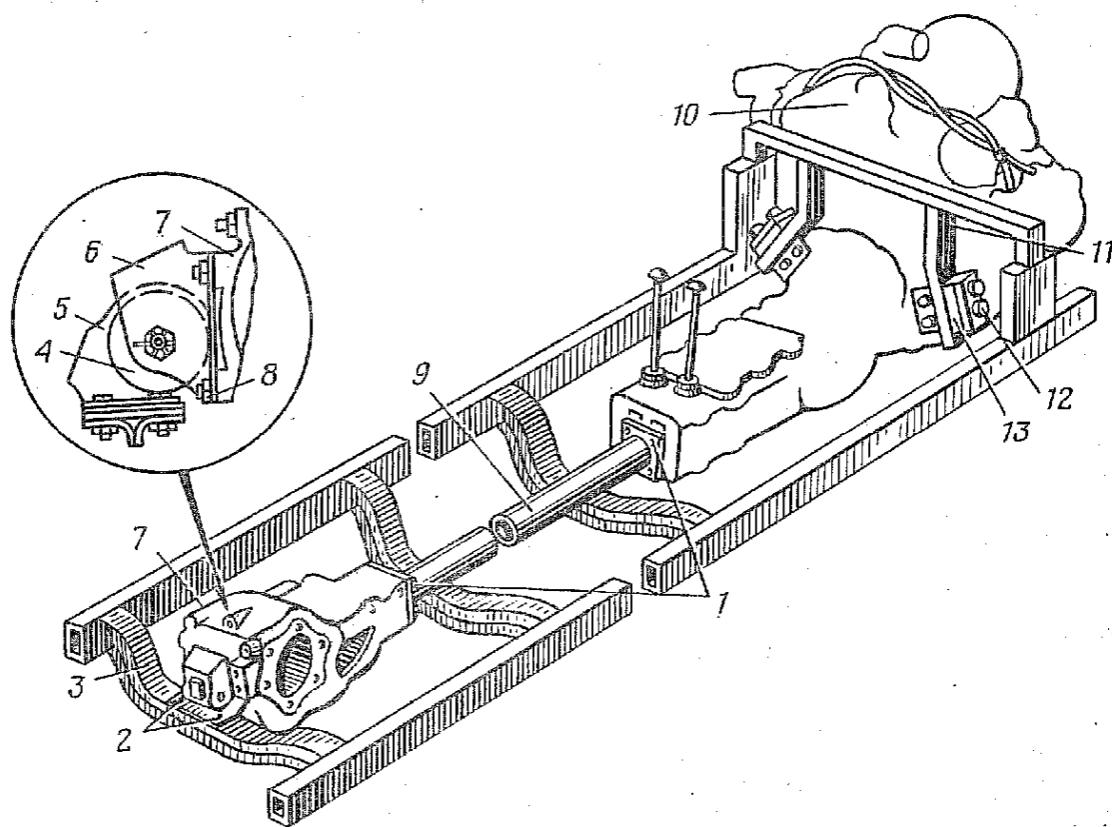

Рис. 5. Подвеска силового агрегата и редуктора заднего моста:
1.39. Отвернуть гайки 1 (рис. 5) крепления кожуха приводного вала к коробке передач, снять шайбы, установить под соединение коробка — кожух противень для слива масла из кожуха приводного вала (ключ 19, противень для слива масла).
2.5. Навернуть на шпильки и затянуть гайки 1 (рис. 5) крепления кожуха приводного вала к коробке передач, предварительно установив на шпильки пружинные шайбы (ключ 19, головка 19, рукоятка динамометрическая).